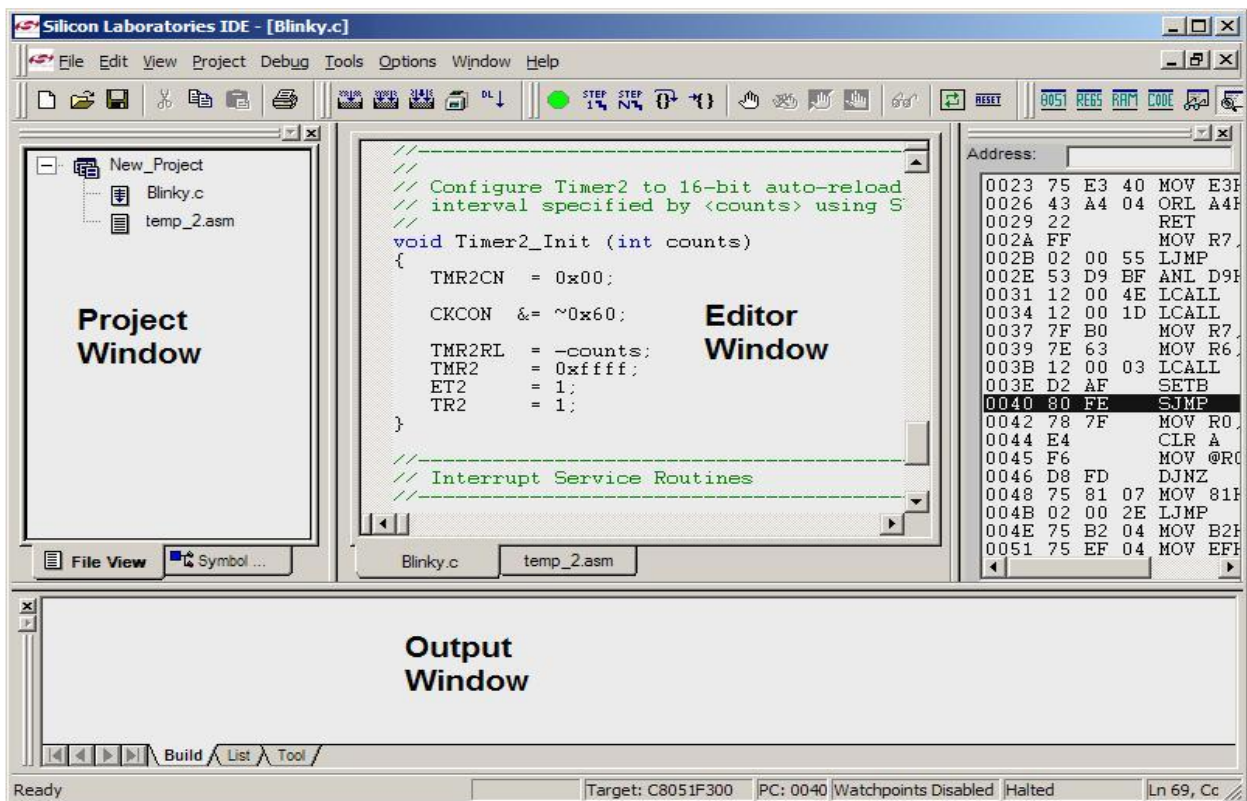

Рис. 14. Окно отладчика IDE Silabs
- В окне диалога **Open File** найдите свой каталог и выберите в нем файл `blink.wsp`. Файл с расширением `.wsp` содержит конфигурацию проекта. Окно отладчика IDE представлено на рис. 14.